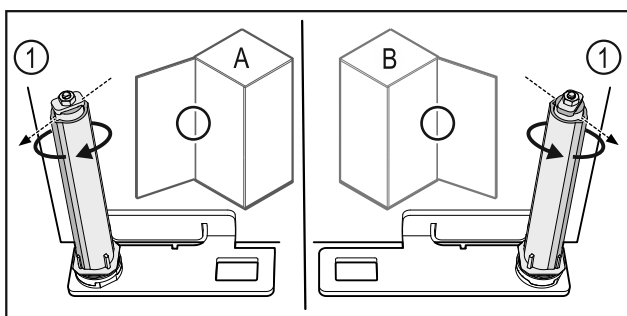

Fig. 51 Levý doraz (A) / pravý doraz (B)
- Otáčejte uzavíracím systémem proti odporu, dokud nebude lamela uzavíracího systému Fig. 51 (1) ukazovat směrem ven.